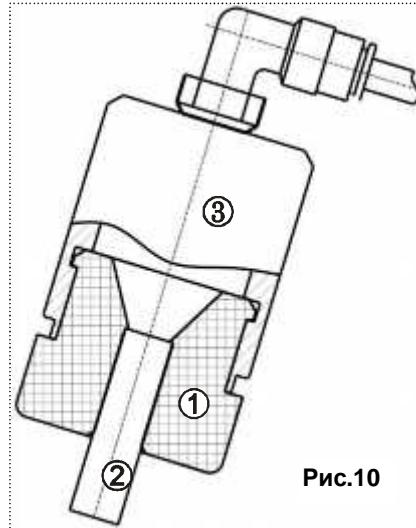

Рис.10
- **бросок конденсата из МПВ** – открутить колпачок внизу фильтра (18) по часовой стрелке;
- **замена сопла** (рис.10) – вынуть носовую втулку (1), вытянуть изношенное сопло (2), слегка поворачивая его вокруг своей оси. Продуть сжатым воздухом носовую втулку и внутреннюю поверхность корпуса (3). Установить до упора новое сопло во втулку и втулку в корпус струйного проектора;